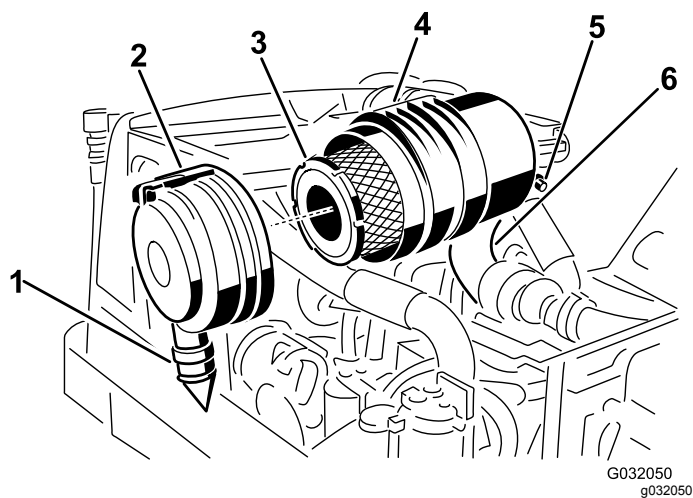

Рисунок 50
2. Снимите фильтр грубой очистки (Рисунок 50).
3. Замените фильтр грубой очистки (Рисунок 50).
часами» при взгляде с торца, и зафиксируйте защелку (Рисунок 50).